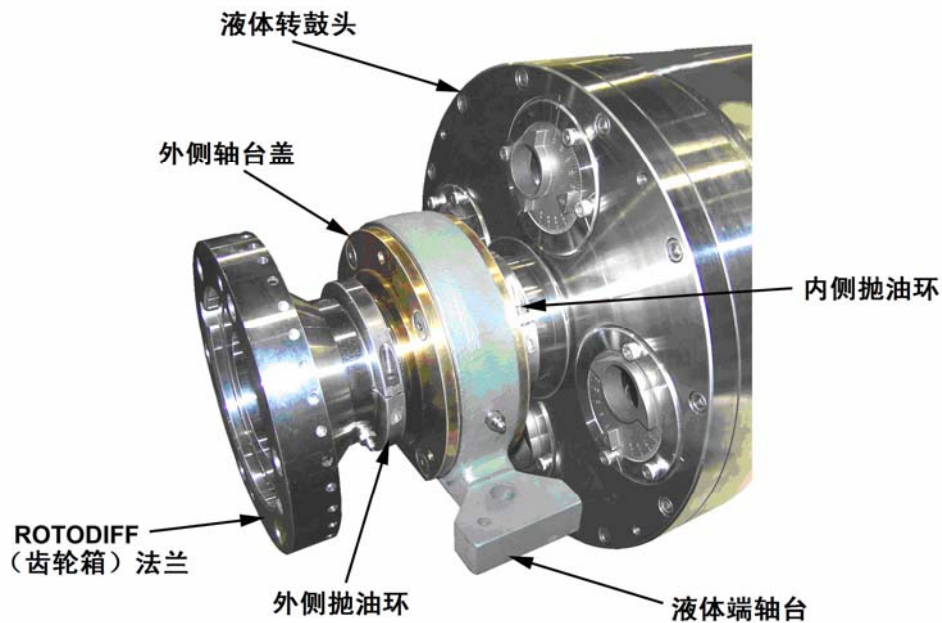

图 5-11：液体端轴台及轴承部件的方位
15. 拆除固定外侧轴台盖（见图 5-11）与轴台的平头螺钉并拆下盖子。从轴台盖取下 O 形环并丢弃。